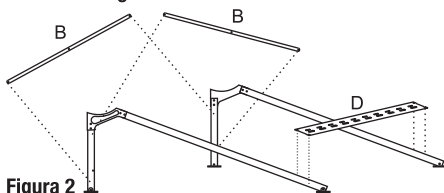

Figura 2
- 2) En la parte trasera de las estructuras, arme la cruz estabilizadora (B) que une las dos estructuras laterales. Las barras de la cruz cuentan con un orificio en la parte de en medio por el cual se unen con un tornillo. Coloque el soporte inferior de los tubos (D) como lo muestra la **Figura 2**.